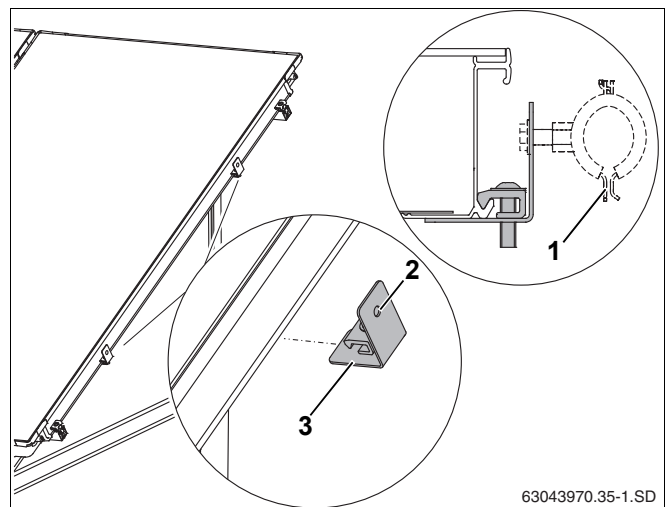

Рис. 56 Крепление держателя к раме коллектора
Мы рекомендуем применять обычные хомуты для труб (рис. 56, поз. 1) для крепления сборных линий в отверстиях с резьбой M8 на держателе (рис. 56, поз. 2).
- Установить держатель (рис. 56, поз. 3) на раму коллектора и затянуть винт ключом SW5.